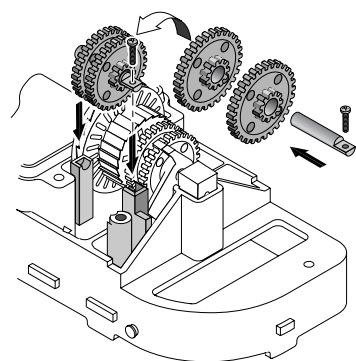

Figure 27
4. Reposer l'arbre court à pignons, la vis de pression et les deux pignons (Figure 27). Les pignons et la vis de pression de l'arbre se posent par le côté **extrémité** du nettoyeur – à l'opposé de la boîte de l'oscillateur. S'assurer que les pignons s'engrènent avec ceux de l'arbre long.